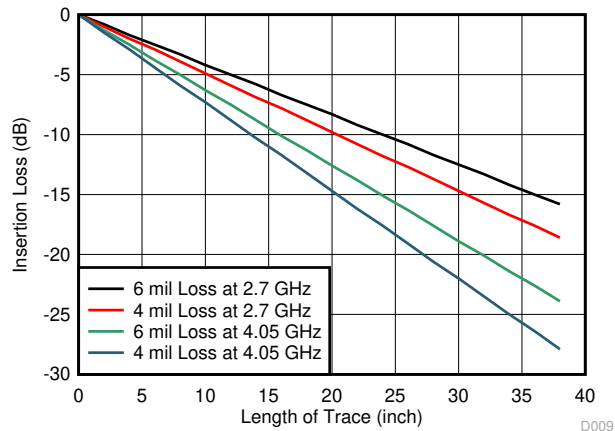

图 8-5. FR4 PCB 布线的插入损耗
- 确定 DisplayPort 输入 (A) 和输出 (B) 通道的损耗曲线。有关 6mil 布线插入损耗，请参阅图 8-5。
- 确定 DP 输入 (C) 和输出 (D) 通道和电缆上的损耗曲线。有关 6mil 布线插入损耗，请参阅图 8-5。